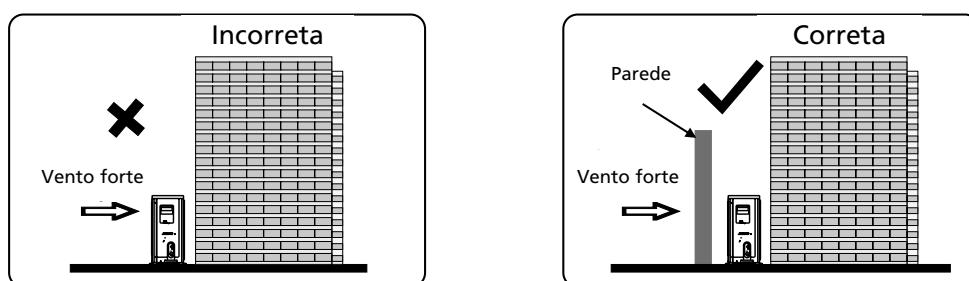

Figura 6
- No caso de o local de instalação estar exposto a um vento forte, como o litoral, certifique-se de que o ventilador está a funcionar corretamente, colocando a unidade longitudinalmente ao longo da parede ou utilizando as placas de poeira ou de proteção. Consulte a figura 6.